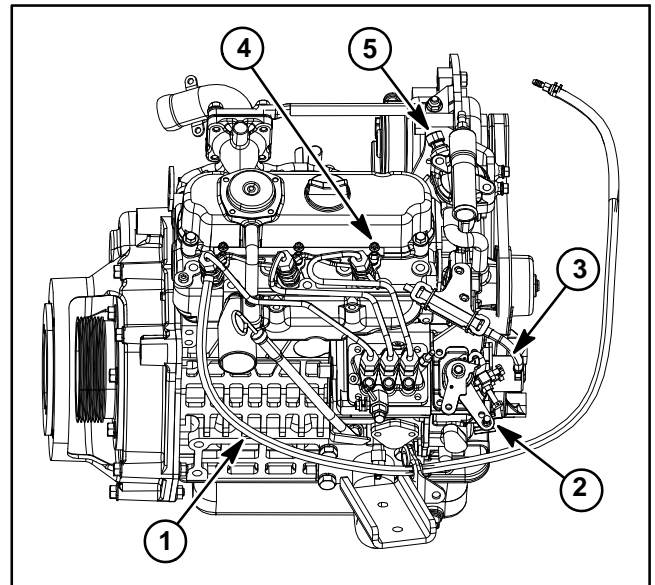

Figure 13
- C. Fuel stop solenoid (Fig. 13).
- D. Glow plug bus (Fig. 13).
- F. Temperature sender (Fig. 13).